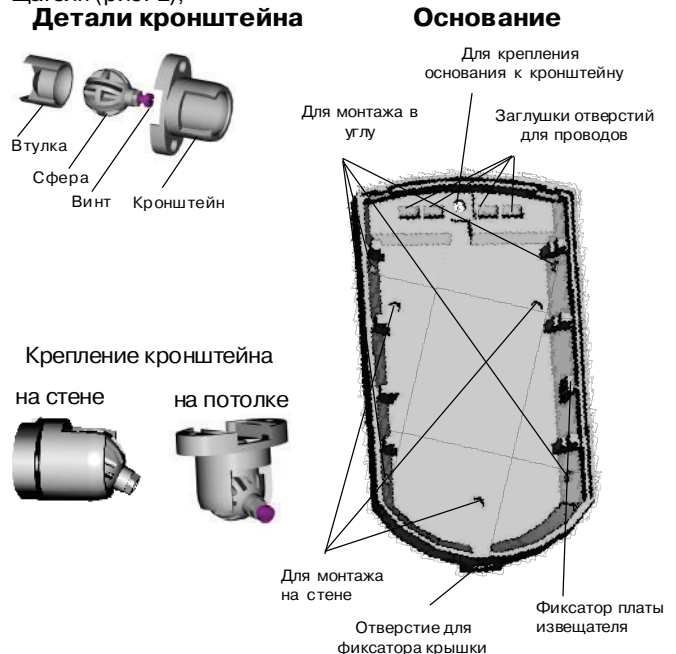

Рис. 2. Основание извещателя и кронштейн
- снимите крышку извещателя, отжав при помощи отвертки фиксатор, расположенный в нижней части основания извещателя (рис. 2);